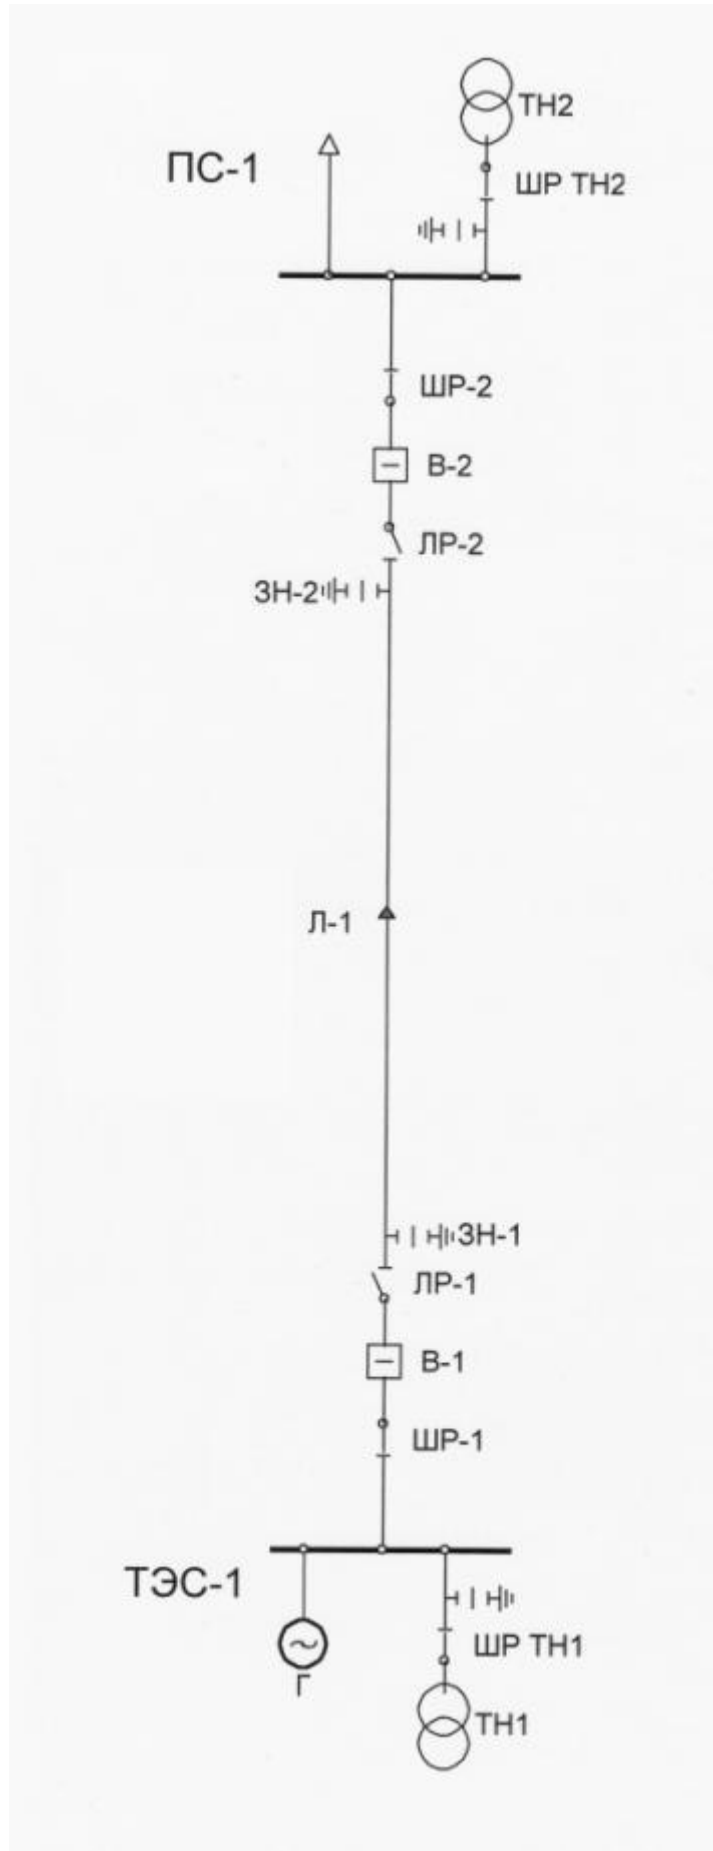

Рисунок 1. Схема линии Л-1 110 кВ
1. Изучить схему 110 кВ, изображенную в приложении 1 на рис.1.(Расшифровка элементов схемы указана в приложении 2).